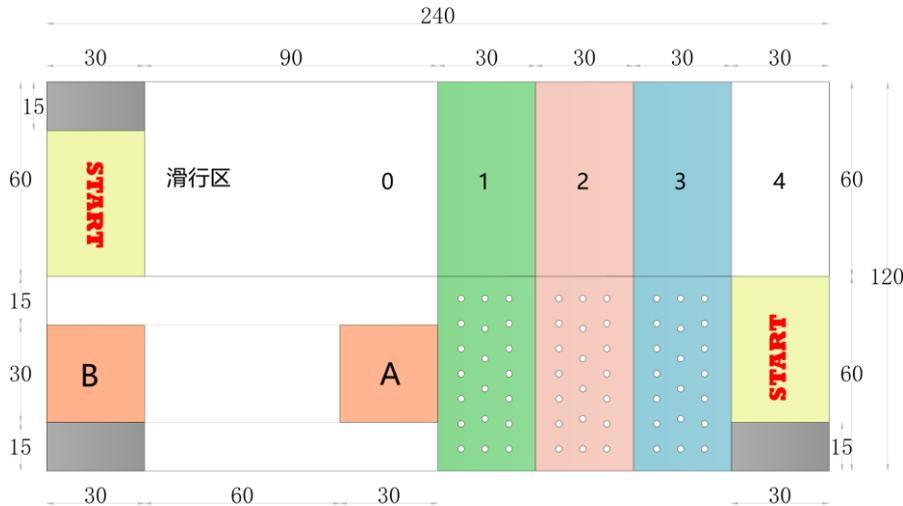

图 1 赛台平面图
- B. 如图 1，赛台面长度为 2.4 米，宽度为 1.2 米。